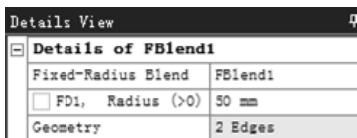

图 3.3.34 “Details View” 对话框
- 步骤 02** 选择命令。选择 → Fixed Radius Blend 命令，弹出图 3.3.34 所示的“Details View”对话框。